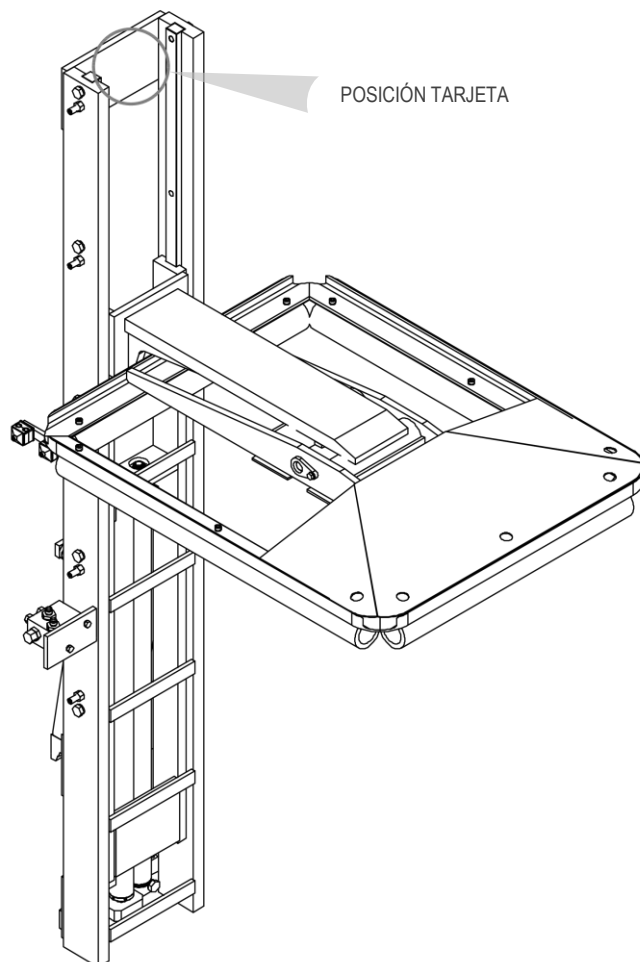

Figura 1
Todos los implementos A.T.I.B. – “ESTABILIZADOR VERTICAL DE CARGA TIPO 951” son identificados de una tarjeta adhesiva (mira *Tabla 1*) puesta sobre el implemento (mira *Figura 1*, la posición de la tarjeta puede variar según el implemento). Siempre referirse a la matricula.
5. Para la manipulación, utilice correas o cadenas del tamaño adecuado para el peso del implemento indicado en la tarjeta (mira *Figura 1* y *Tabla 1* a pag.5).
9. Conecte el circuito hidráulico; asegurándose de que la presión de trabajo de las tuberías sea superior o igual a la indicada en la tarjeta identificadora (mira *Figura 1* y la *Tabla 1* a pag.5).